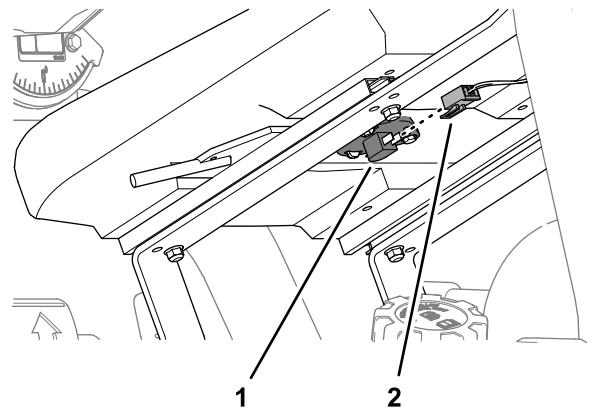

Figura 4
4. Rimuovete il connettore a doppia presa dai terminali per l'interruttore del sedile (Figura 4).